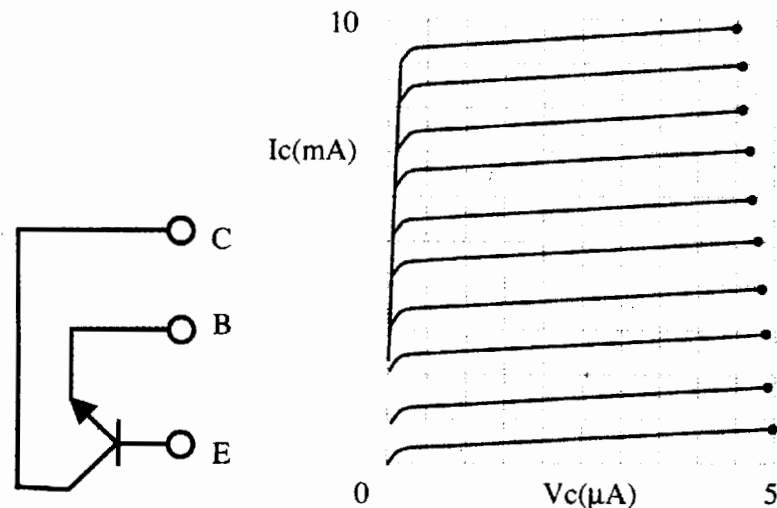

图 4-6
4.2.6 NPN 型 9013 半导体三极管共基输出特性 (如图 4-6)